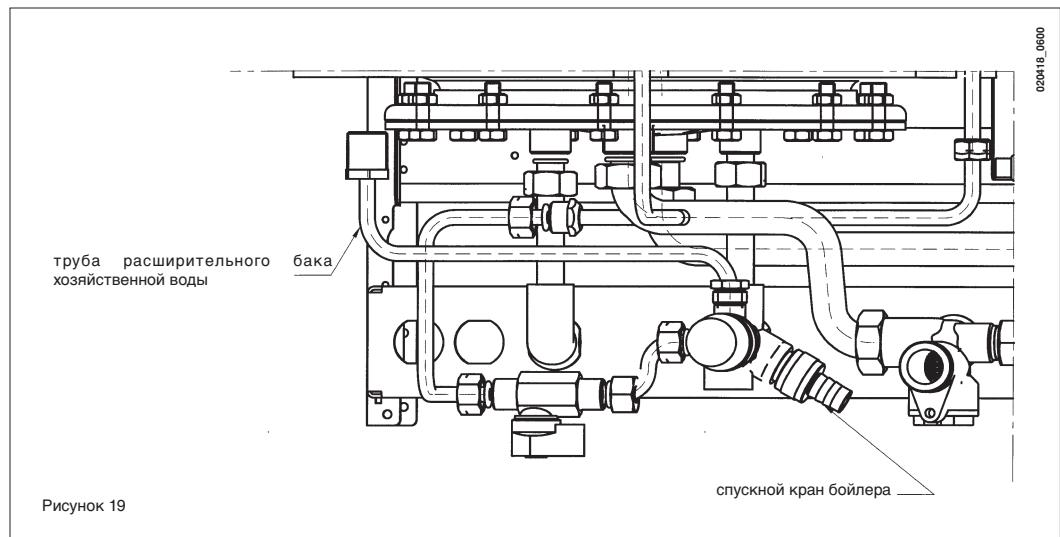

Рисунок 19
- отвинтить круглую гайку выпускного крана (см. рис. 19);